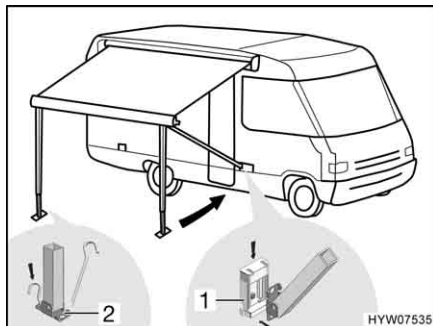

Fig. 44 Fissaggio dei montanti di supporto
- Incastrare i montanti di supporto nei supporti (Fig. 44,1) sul veicolo (se presenti), oppure fissarli sul terreno con dei puntelli (Fig. 44,2).